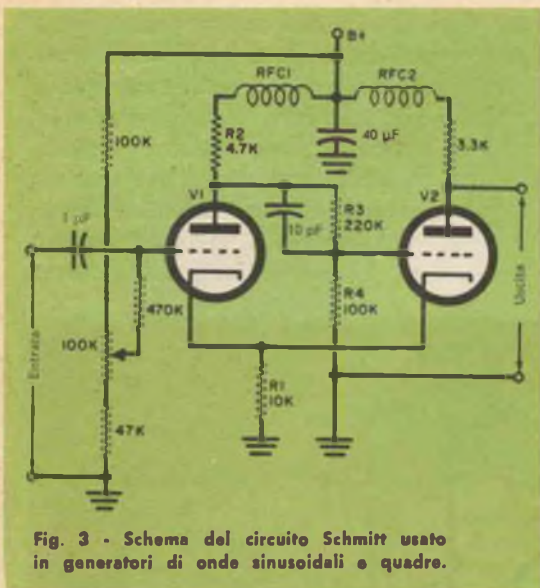

Fig. 3 - Schema del circuito Schmitt usato in generatori di onde sinusoidali e quadro.
Circuiti dei ripetitori - Nel conduttore centrale del cavo viene immessa una corrente continua di valore costante; questa corrente passa nei filamenti delle valvole disposti in serie e la caduta di tensione che si ottiene è sufficiente per l'alimentazione delle placche e delle griglie schermo (fig. 3).
Il circuito Schmitt - Benché numerosi strumenti usino il circuito di spianamento prima menzionato od alcune sue varianti, attualmente sta affermandosi un tipo di circuito fondamentalmente diverso. Conosciuto con il nome di « Schmitt Trigger », questo circuito, presentato in fig. 3, è essenzialmente una variazione di un multivibratore monostabile ad accoppiamento catodico, un tipo di oscillatore cioè che non ha una reazione sufficiente per mantenere le oscillazioni. Ogni volta però che gli viene applicato un segnale compie un ciclo completo di funzionamento, quindi ritorna sulla posizione pre-
Nuovi circuiti - Presentiamo questo mese due circuiti (*fig. 3*) essenzialmente simili in quanto comprendono due transistori tipo p-n-p usati come amplificatori ad accoppiamento diretto con emettitore comune.
In *fig. 3-A* è rappresentata una combinazione di amplificatore audio ed oscillatore e in *fig. 3-B* un relé controllato dalla luce o fotorelé.
Durante il funzionamento, i segnali applicati al circuito base-emettitore del transistor Q1 sono amplificati da questo stadio ed applicati direttamente al circuito di ingresso del transistor Q2. Il segnale di uscita amplificato da Q2, a sua volta, è applicato all'utilizzatore che fa da carico, costituito da un trasformatore audio (T1), in *fig. 3-A*, e da un relé elettromagnetico (K1), in *fig. 3-B*.
Fig. 3 - I due circuiti qui rappresentati sono uguali, ma vengono impiegati per usi diversi. Nel primo circuito (A) il condensatore C1 e l'interruttore S2 convertono un normale amplificatore audio in un oscillatore. Nel secondo circuito (B) la luce che incide sulla fotocellula PC1 eccita il relé K1.